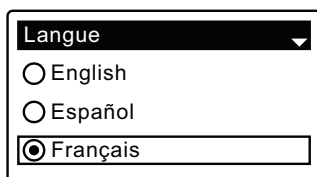

FIG. 15
- 1. LANGUE** Si le cercle à gauche de la langue souhaitée a déjà un point (cf. Figure 15), passez à l'étape 2. Sinon, appuyez sur le bouton BAS (▼) ou HAUT (▲) du filtre pour passer à la langue souhaitée, puis sur le SÉLECTEUR (○) pour valider votre choix.